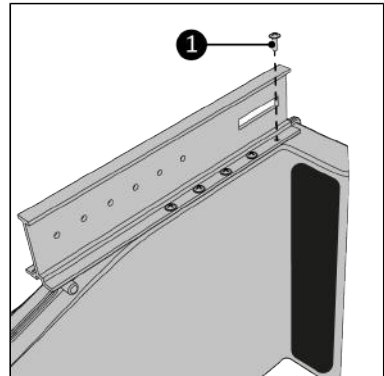

Abbildung 122.
6. Schrauben Sie die Hauptschiene mit den zehn Schrauben 3,5 x 10 mm (Abbildung 122, Pos. 1) am Way-out fest. Stellen Sie sicher, dass alle Schraubenlöcher übereinstimmen.